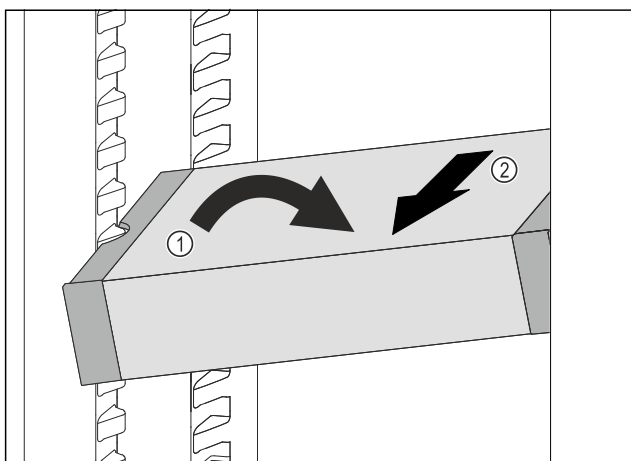

Fig. 88
- ▶ Seadke VarioSafe jahutusosas kaldu. Fig. 88 (1)
- ▶ Võtke VarioSafe ettepoole välja. Fig. 88 (2)